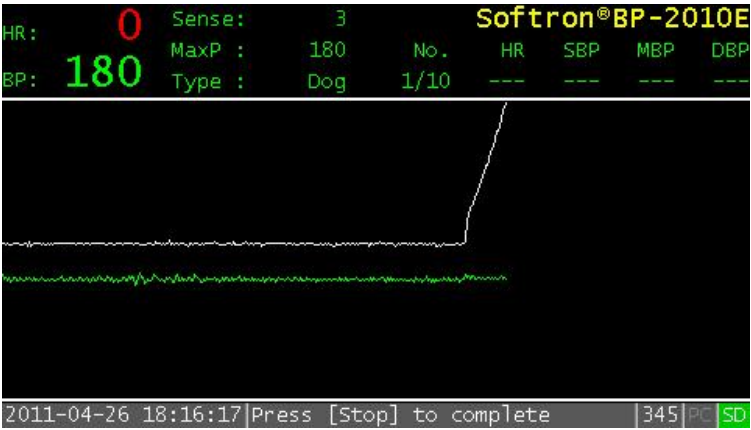

图 3-3 开始测量
- 按下Start/Stop键，开始测量，如图3-3所示。注意在按START/STOP键前，请检查袖带是否包裹动物肢体，以免压力过大损坏袖带；